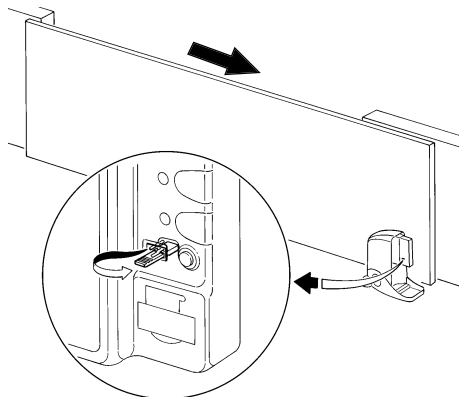

Figure 50
2 Selon la position de l'opérateur à droite ou à gauche, régler le shunt pour le choix de la direction de la manœuvre d'ouverture selon les indications des figures 50 ou 51.
- 4 Vérifier que la manœuvre en cours est une fermeture, sinon presser la touche P3 [A] et inverser la position du shunt (voir fig. 50 et 51); enfin répéter à partir du point 1.